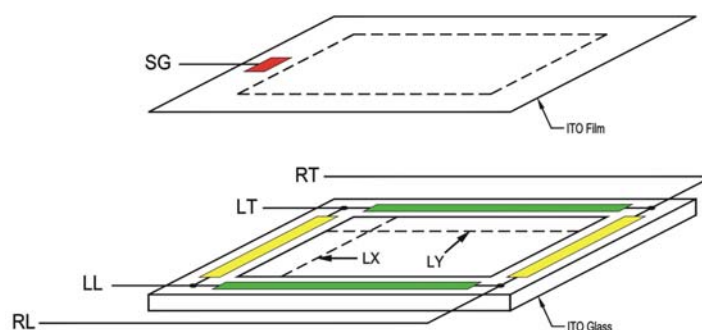
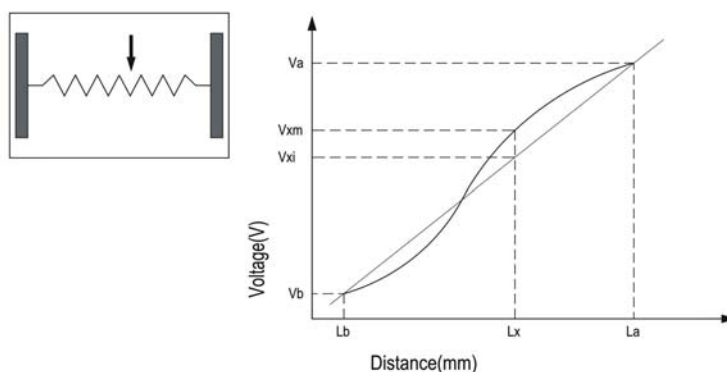

Figure 10-1
Figure 10-2
(1) Linearity Condition [線性測試條件]
Step 6: measure the voltage differences between RT and LT (or RT and RL) (Fig 10-1) (Fig 10-2)
[將 RT, RL 短路(或 RL, LL 短路)並接上 5V 的直流電, 另外將 LT, LL 短路(或 RT, LT 短路)並接上接地線 0V, 以 5.0mm 的間隔, 利用手寫筆(stylus)劃直線(如圖 2 中 LX 和 LY),並量測 SG 的電壓, 量測並計算 RT 與 LT 間的電位差(或 RT 與 RL 間的電位差)] (Fig 10-1) (Fig 10-2)